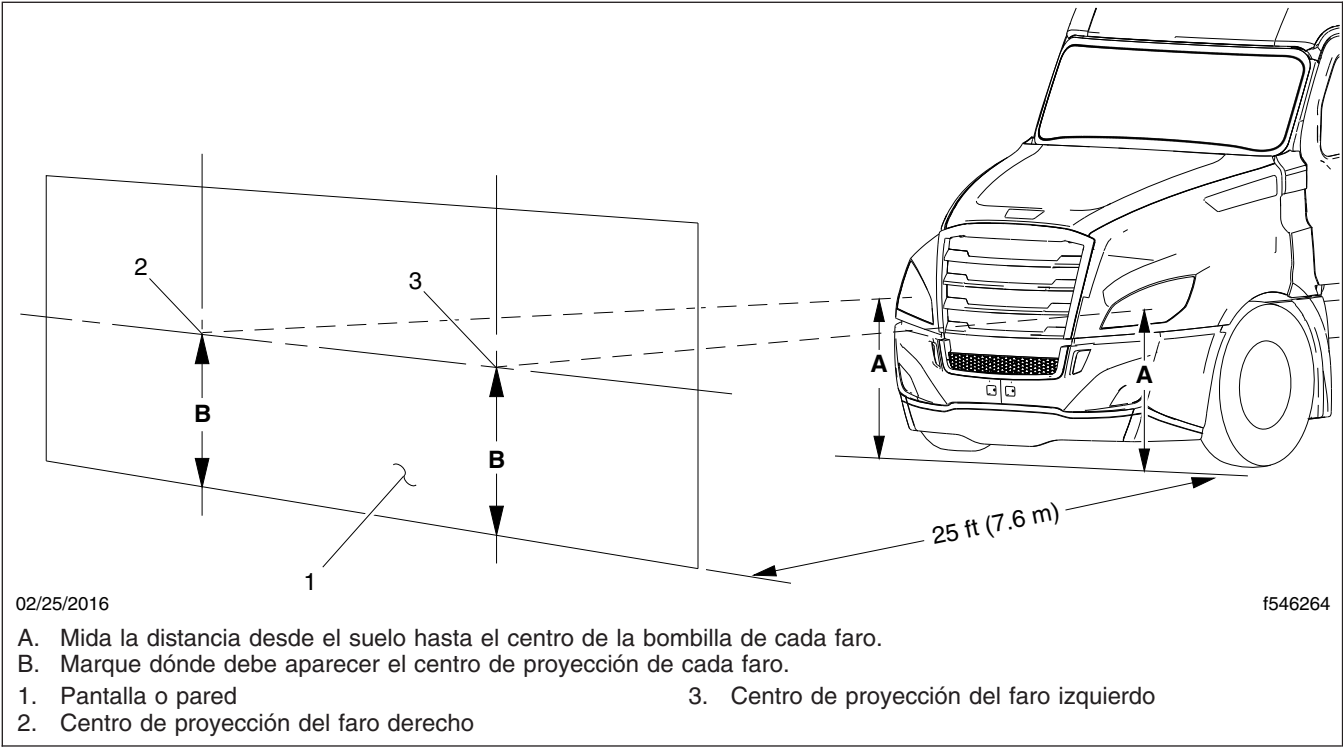

Figura 20.2, Pantalla o pared para enfocar los faros
2. Cada faro tiene un punto (una marca) de ajuste de altura en la lente. Vea la **Figura 20.1**. Mida la distancia desde el suelo hasta el punto de ajuste de altura de cada faro (**Figura 20.2**, ítem A). Tome nota de estas distancias.
3. En la pantalla o la pared, marque las ubicaciones de cada centro de la bombilla del faro, usando las distancias indicadas en el paso 2. Vea la **Figura 20.2**, ítems 2 y 3.